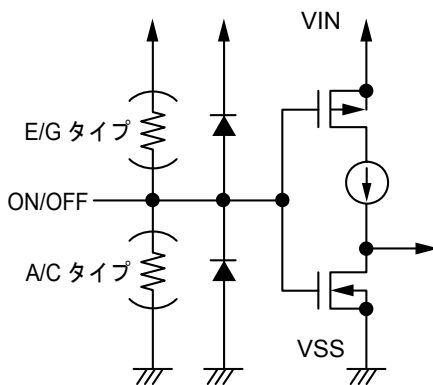
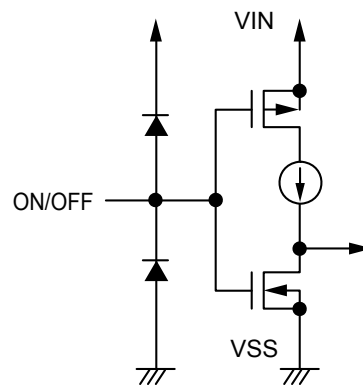

図24
図25
ON/OFF端子は図24、図25の構造になっています。S-1711シリーズA/C/E/Gタイプでは、ON/OFF端子がフローティング状態のとき、内部でVIN端子にプルアップもしくはV_{SS}端子にプルダウンされているため、VOUT端子はV_{SS}レベルとなります。またS-1711シリーズB/D/F/Hタイプでは、ON/OFF端子は内部でプルアップもプルダウンもされていないため、フローティング状態で使用しないでください。ON/OFF端子を使用しないときは、製品タイプがB/Dの場合はVIN端子に接続し、F/Hの場合はV_{SS}端子に接続しておいてください。
*1. S-1711シリーズA/CタイプではON/OFF端子をVIN端子に接続した状態、S-1711シリーズE/GタイプではON/OFF端子をV_{SS}端子に接続した状態で動作させたときのICの消費電流は、プルアップ抵抗またはプルダウン抵抗に流れ込む電流分だけ多く流れますので注意してください（図24参照）。